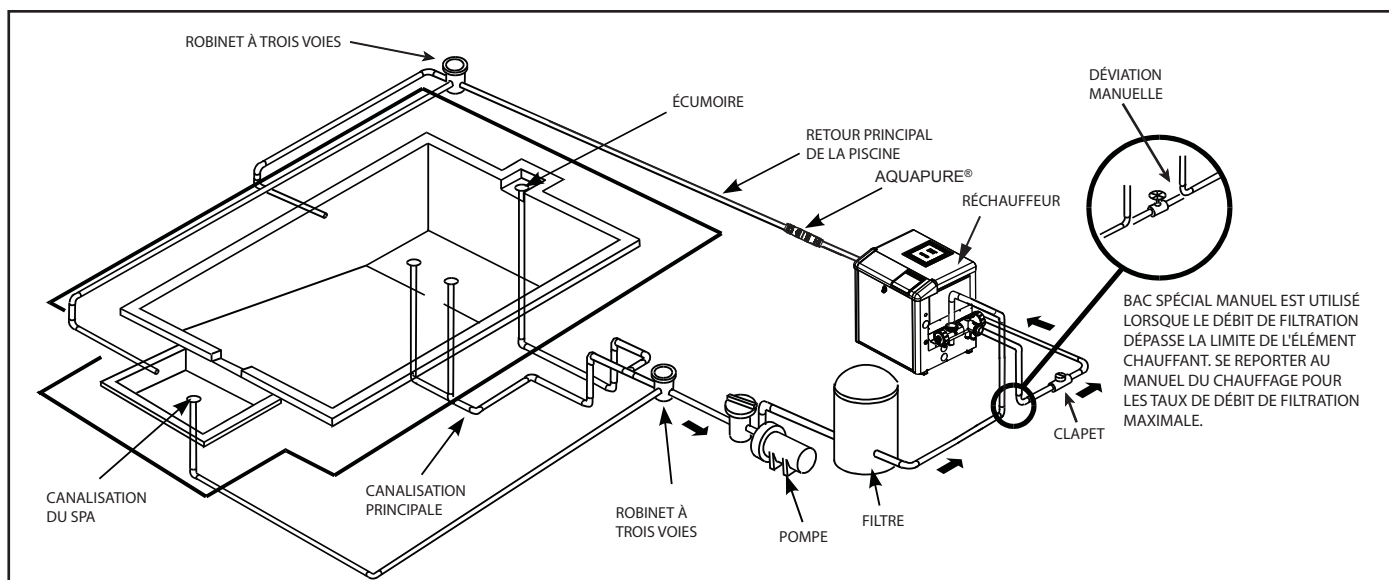

Figure 2. Installation typique de la tuyauterie
1. Zodiac recommande d'installer la pompe à 30 cm (1 pied) au-dessus du niveau de l'eau. Se référer à la Figure 2 pour une installation typique. La pompe ne devrait pas être élevée de plus d'un mètre au-dessus de la surface de l'eau de la piscine. Un clapet antiretour est recommandé dans la conduite d'aspiration vers la pompe
- La pompe de la série Jandy Pro ePump doit être raccordée à au moins deux (2) drains principaux hydrauliquement équilibrés (sorties d'aspiration) pour chaque conduite d'aspiration de la pompe de piscine. Se référer à la Figure 2. Chaque drain doit être fourni avec des couvercles qui sont énumérés ou certifiés à la dernière édition publiée de la norme ANSI/ASME A112.19.8 ou sa norme subséquente, ANSI/APSP-16. Les raccords d'aspiration des drains principaux doivent être séparés l'un de l'autre d'au moins trois (3) pieds (1 m) ou à des plans différents. Les sorties d'aspiration peuvent être un drain et une écumoire, deux (2) drains, deux (2) écumoires ou une écumoire avec une conduite d'égalisation. Pour plus de détails et les instructions, consulter la norme ANSI/APSP 7 pour la Prévention du piégeage dans les piscines, les pataugeoires, les spas, les jacuzzis et les bassins collecteurs. Vérifier les codes locaux pour les normes d'une bonne installation. Les codes locaux applicables ont préséance sur les autres codes.
**REMARQUE** Pour éviter le piégeage, le système doit être construit de façon à ce qu'il ne puisse pas fonctionner avec la pompe tirant l'eau d'un seul drain principal (1). Au moins deux (2) canalisations principales d'évacuation doivent être connectées à la pompe pendant son fonctionnement. Cependant, si deux (2) canalisations principales d'évacuation aboutissent à une seule conduite d'aspiration, cette dernière peut être équipée d'un robinet qui coupera les deux canalisations principales d'évacuation de la pompe.